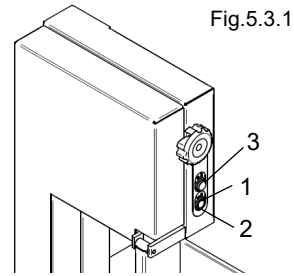

Fig.5.3.1
5.3 - Mise en route de la machine (Fig. 5.3.1)
5.4 - Arrêt de la machine (Fig. 5.3.1)
B - Protection mobile de la lame dans la zone de travail (poussoir) "3" fig.5.3.1